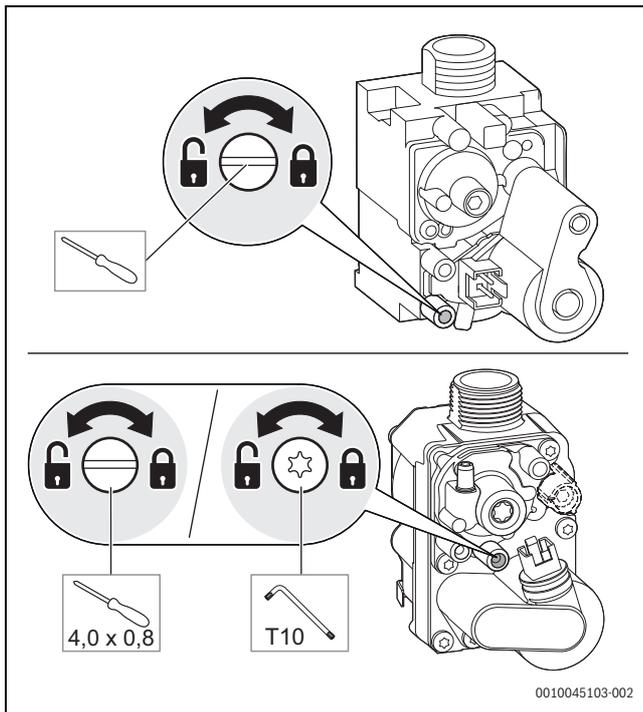

Fig. 42 Medir la presión de la conexión del gas
- ▶ Aflojar 2 vueltas el tornillo de la boquilla de medición para la presión de conexión del gas (→ fig. 42).